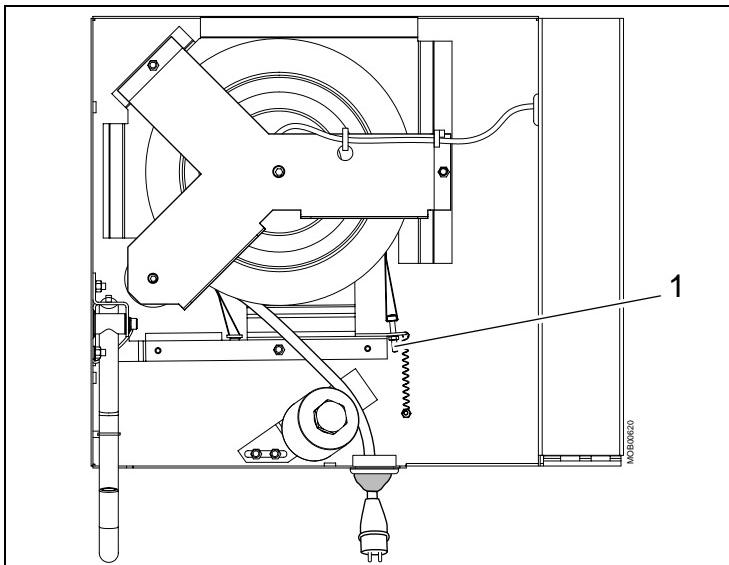

Fig. 9
nut clockwise -> stronger (pos. 1 / Fig. 9).